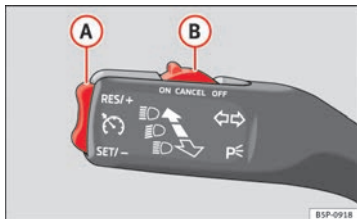

Abb. 148 Blinker- und Fernlichthebel: Schalter und Wippe für die Geschwindigkeitsregelanlage
- Drücken Sie den unteren Teil der Wippe **SET/-** ⇒ Abb. 148 **(A)** einmal kurz, wenn die zu speichernde Geschwindigkeit erreicht worden ist.
- Drücken Sie den oberen Teil der Wippe **RES/+** ⇒ Abb. 148 **(A)**, um die Geschwindigkeit zu erhöhen. Solange Sie die Wippe gedrückt halten, beschleunigt das Fahrzeug. Sobald Sie die Wippe loslassen, wird die neue Geschwindigkeit gespeichert.
- Drücken Sie den unteren Teil der Wippe **SET/-** ⇒ Abb. 148 **(A)**, um die Geschwindigkeit zu verringern. Solange Sie die Wippe gedrückt halten, verringert das Fahrzeug durch automatische Gaswegnahme die Geschwindigkeit. Sobald Sie die Wippe loslassen, wird die neue Geschwindigkeit gespeichert.
durch einmaliges Drücken des oberen Teils der Wippe **RES/+** ⇒ Abb. 148 **(A)** die Regelung wieder aufnehmen.